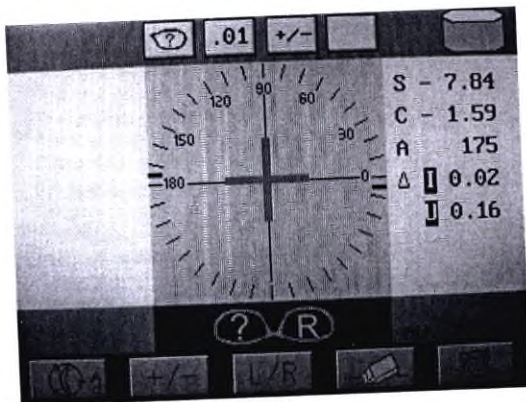

рис.39
- Когда “UV ИЗМЕРЕНИЕ” параметр установлен как “ПРОСТОЙ”: UV пропускание (%) отображается на экране. (рис.39)